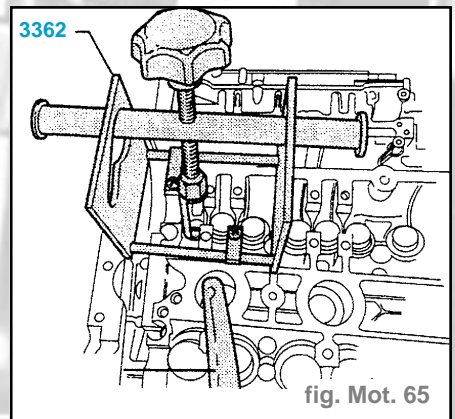

fig. Mot. 65
- Fixer sur la culasse le dispositif de montage **3362** avec les vis de fixation vissées dans le dispositif (fig. Mot. 65).